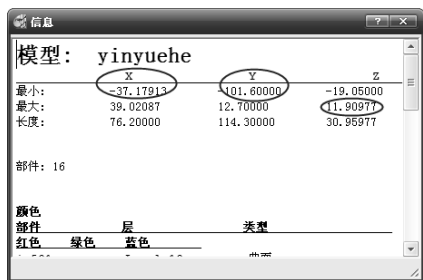

图3-49 “信息”对话框
2) 在“PowerMILL 资源管理器”中选中“模型”选项,单击鼠标右键,在弹出的快捷菜单中选择“属性”命令,弹出“信息”对话框,显示出模型在世界坐标系中的尺寸信息,如图3-49所示。